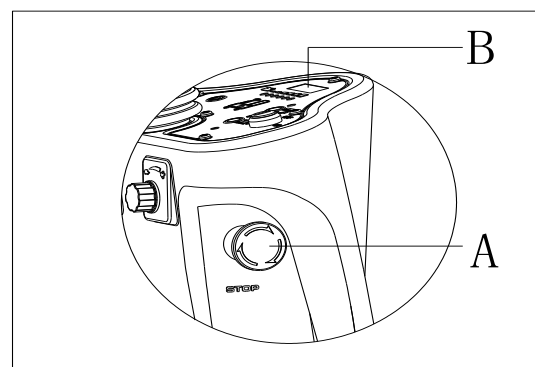

Figura 5
Se si verifica un'emergenza durante il funzionamento della macchina, premere l'interruttore di emergenza (A, Figura 5), quindi tutte le funzioni della macchina si interromperanno, senza visualizzazione sul pannello di controllo (B, Figura 5)
1. Inserire l'interruttore chiave (40) e ruotarlo su "ON".
2. Premere il pedale (6) in avanti con il piede per sollevare il supporto spazzole (11) dal pavimento.
3. Ruotare la manopola di regolazione della velocità (42) in senso antiorario fino alla fine.
4. Collocare spazzola (A, Figura 5) o pad (B, Figura 5) al centro allineandolo con la testata spazzole.
5. Premere il pedale (6) indietro con il piede per abbassare il supporto spazzole (11). Sedersi sul sedile, premere l'interruttore spazzole (39) e abbassare il pedale (23) leggermente, la spazzola/ pad si innesta automaticamente. Ripetere questi passi finché la spazzola/ pad è installata.
7. Premere il pedale (6) in avanti con il piede per sollevare il supporto spazzole (11) dal pavimento, premere il tasto di rimozione spazzola (41) per disinstallarla automaticamente.